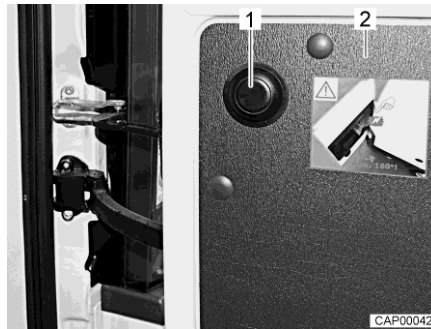

Fig. 10 Bouton-poussoir pour annuler la limitation
- Ouvrir à fond la porte arrière (Fig. 10,2).
- Appuyer sur le bouton-poussoir (Fig. 10,1) maintenir la porte arrière et continuer de l'ouvrir avec précaution.